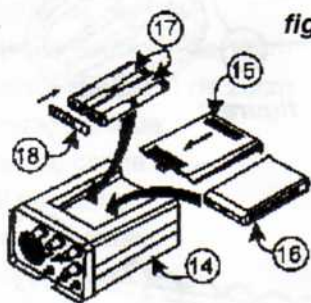

figure 7
3)- Fixer les deux blocs piles au support blocs en respectant les polarités. Faire glisser le tout dans le compartiment à piles en n'oubliant pas de faire correspondre les deux gros contacts ronds avec les deux ressorts du boîtier. figure 7
Le Musketeer XS Pro est livré avec le kit rechargeable. **Le temps de la première mise en charge doit être de 10 heures. Les suivantes mises en charge d'environ 4 à 5 heures. Un signal sonore se fait entendre lorsque les piles sont faibles. Veillez à bien replacer le couvercle en le faisant glisser jusqu'à entendre un clic. figure 7**